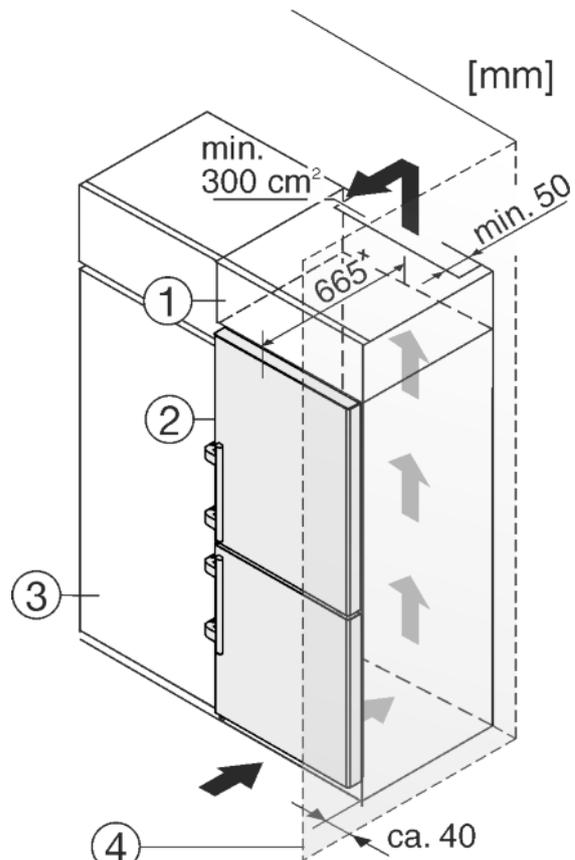

Fig. 25
L'appareil peut être entouré de meubles de cuisine. Pour adapter l'appareil *Fig. 25 (2)* à la hauteur des placards de la cuisine intégrée, on peut placer un élément haut *Fig. 25 (1)* au-dessus de l'appareil.
Si l'appareil est installé avec les charnières à côté d'un mur *Fig. 25 (4)*, la distance entre l'appareil et le mur doit être de 40 mm min. Ceci correspond à la saillie de la poignée lorsque la porte est ouverte.